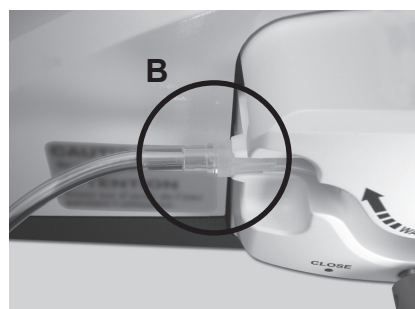

Fig.8
- 3) Insérez le tube d'irrigation le long du guide et fixez-le dans B de l' Fig. 8.